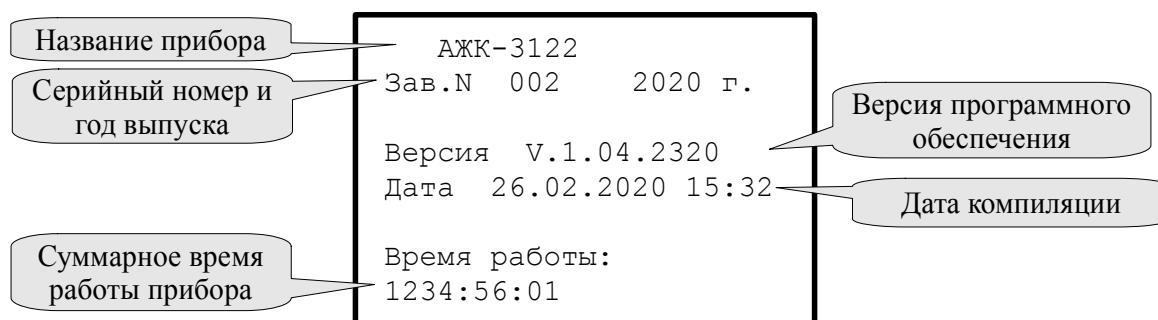

Рисунок 24 - Просмотр сведений о приборе
4.3.7.1 В этом меню (Рисунок 24) можно просмотреть название прибора, серийный номер и год выпуска, версию программного обеспечения, установленного в данном анализаторе.